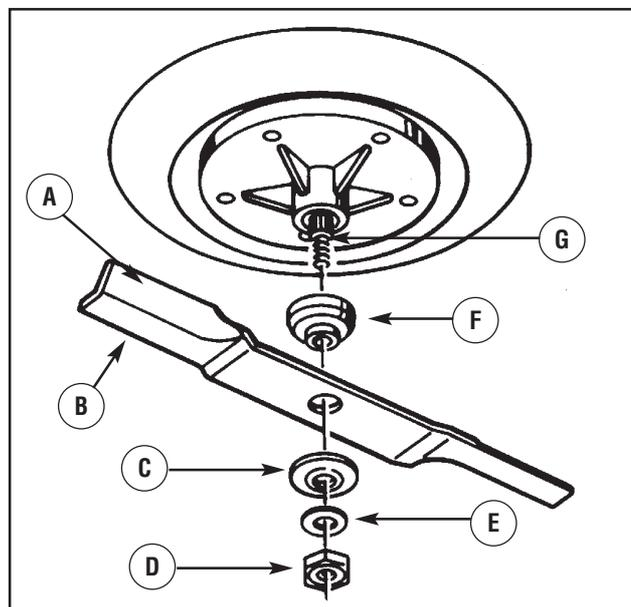

Figura 19: Rimozione delle lame
3. Rimuovere il **dado** di tenuta della lama (figura 19).
6. Montare la **lama** e l'**adattatore** sul mandrino (figura 19).